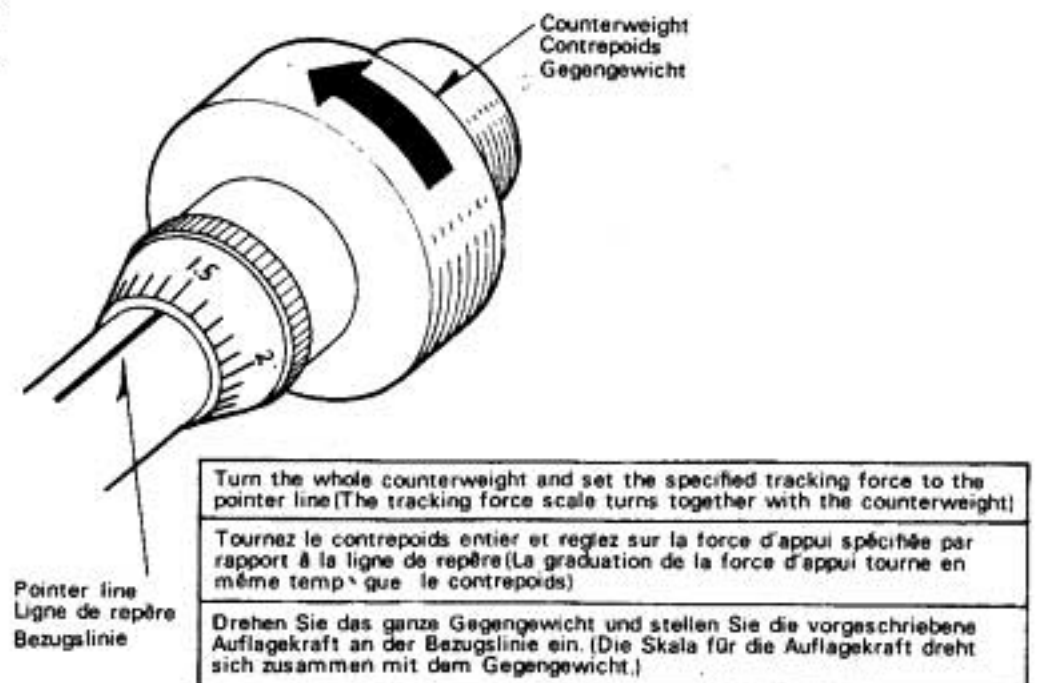

Fig. 18 Abb. 18
- ⑤ Finally, turn the counterweight in the direction indicated by the arrow in Fig. 18 and set the required tracking force. If 1.5 g is specified, then set "1.5" to the pointer line. (As the counterweight is turned, the tracking force scale turns also. The number on the pointer line indicates the tracking force. One division refers to 0.1g, and one whole turn gives 2.5 g).
- ⑤ Finalement, tournez le contrepoids dans le sens de la flèche sur la Fig. 18 et réglez la force d'appui nécessaire. Si 1.5g est spécifié, réglez alors "1.5" par rapport à la ligne de repère. (La graduation de la force d'appui tourne en même temps que le contrepoids. Le chiffre sur la ligne de repère indique la force d'appui, lorsqu'on tourne le contrepoids dans le sens de la flèche à partir de la force d'appui zéro. Une graduation indique 0.1g et un tour complet donne 2.5g)
- ⑤ Abschließend drehen Sie das Gegengewicht in Pfeilrichtung (Abb. 18) und stellen die gewünschte Auflagekraft ein. Bei einer Angabe von 1.5 g stellen Sie den Zahlenwert "1.5" an der Bezugslinie ein. (Wenn das Gegengewicht verdreht wird, dreht sich die Skala für die Auflagekraft mit. Der Zahlenwert an der Bezugslinie gibt die Auflagekraft an, wenn das Gegengewicht in Pfeilrichtung aus der Auflagekraft 0 gedreht wird. Ein Skalen-Teilstrich entspricht 0.1 g, eine gesamte Drehung 2.5 g.)
⑥ Using the above procedure, the tracking force of most of the cartridges can be adjusted. However, some cartridges may require the following re-adjustment.